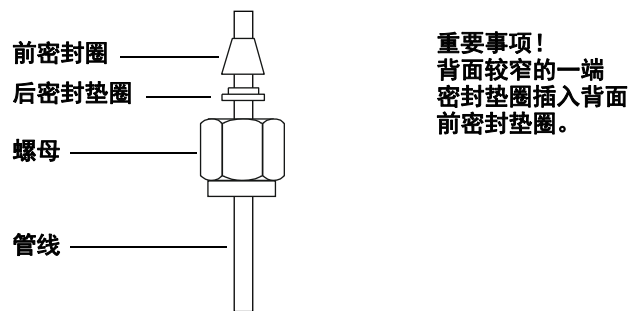

图 8 Swagelok 螺母和密封垫圈
- 1 将 Swagelok 螺母、后密封垫圈和前密封垫圈置于管线中，如图 8 所示。